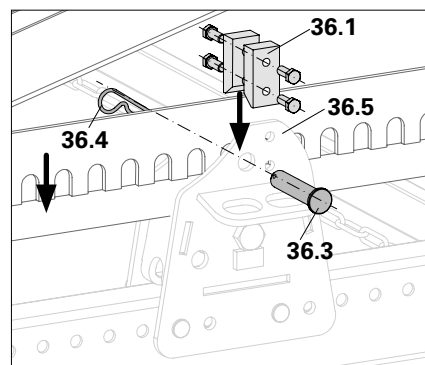

Fig. A10.03a
1. Tag klodserne (36.1) af. (Fig. A10.03a)